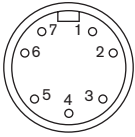

Abb. 6: X19: Ausgang Messwertgeber (female; Blick auf den Messwertgeber)
Jeder Messwertgeber verfügt über jeweils eine Schnittstelle für den Geber-Eingang (siehe Abb. 5 auf Seite 28) und den Geber-Ausgang (siehe Abb. 6 auf Seite 29).
- 4 Geber-Ausgang: Schnittstelle X19 (Abb. 6 auf Seite 29)